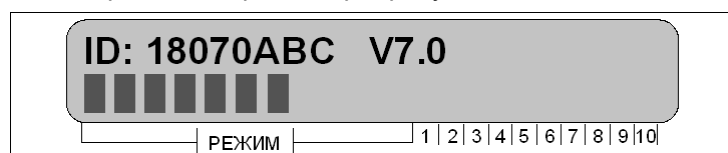

Рисунок 26 – Отображение уровня контраста ЖК-дисплея, ID-номера, версии прошивки
- нажатием клавиши «ВВОД» необходимо войти в пункт меню «Контраст», на ЖК-дисплее клавиатуры отобразится уровень контраста ЖК-дисплея, а также уникальный ID-номер прибора и версия прошивки центрального процессора, рисунок 26;